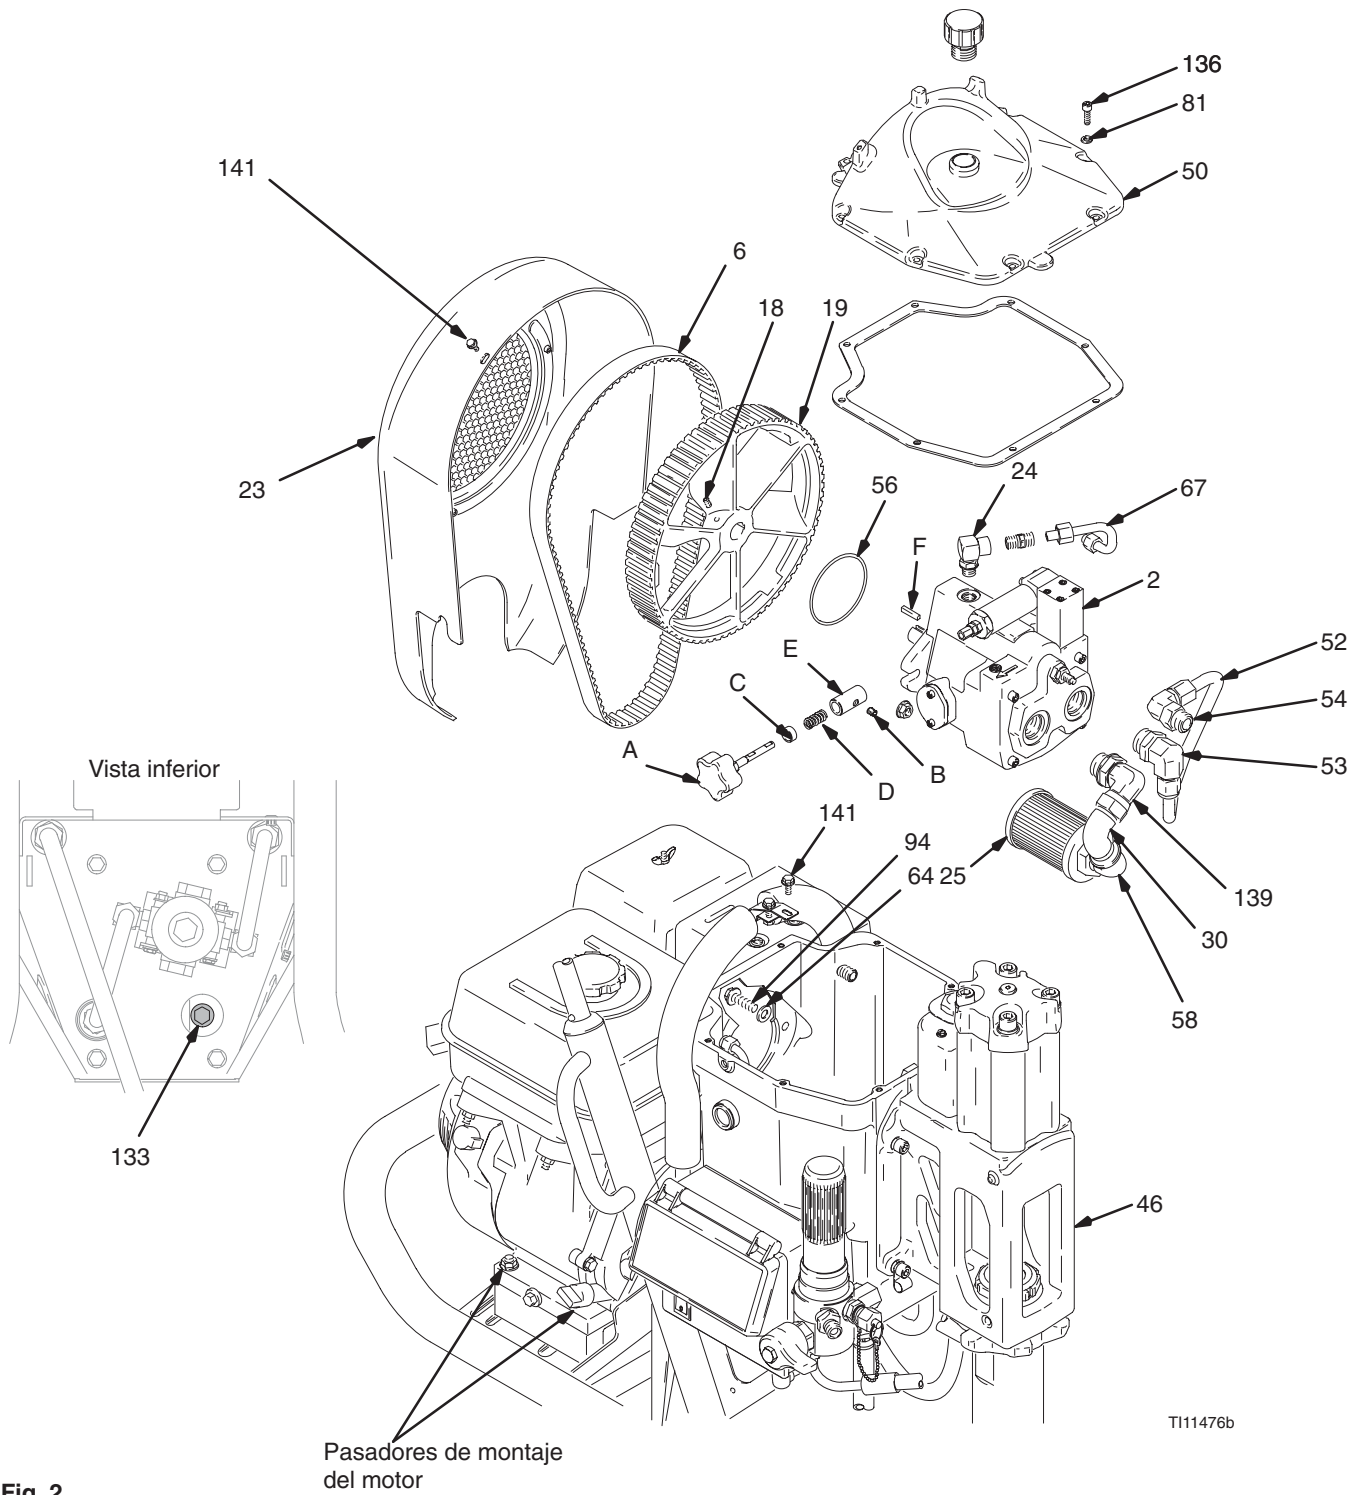
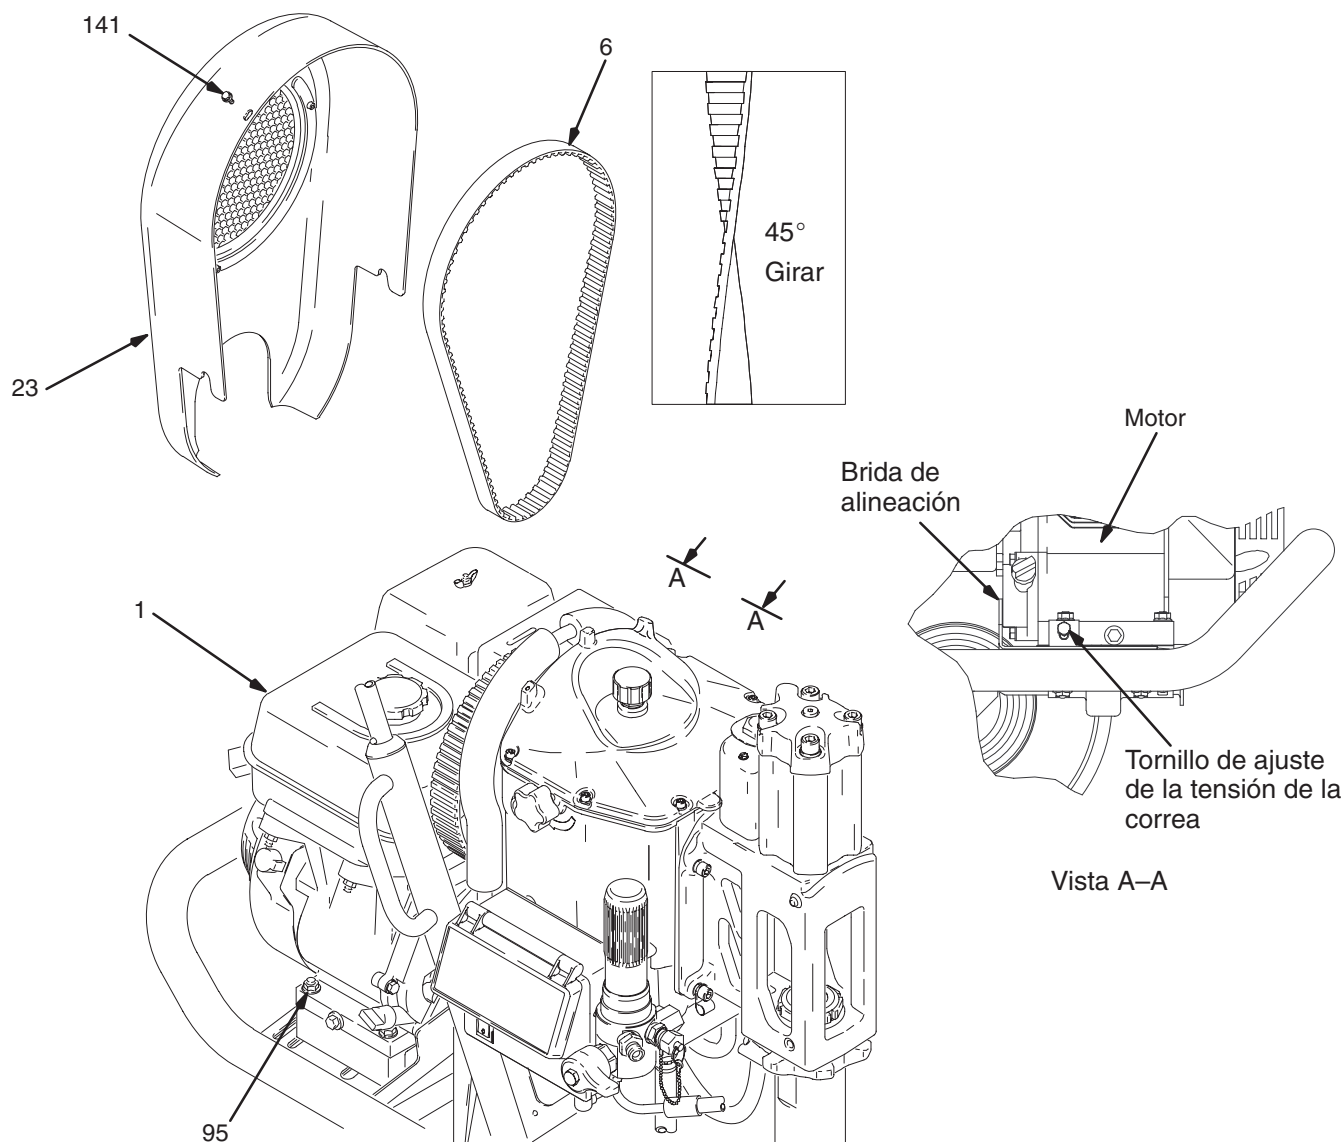

Fig. 2
Fig. 3
2. Fig 2. Utilice un contenedor de 13 litros de capacidad para recoger el aceite hidráulico. Quite el tapón de drenaje del depósito (133) y drene el aceite hidráulico.
3. Retire los dos tornillos (141) y el blindaje del ventilador (23).
4. Retire los ocho tornillos (136), las arandelas (81) y la tapa del depósito (50).
5. Retire el tornillo del clip del sistema de refrigeración (141).
6. Afloje los cuatro pasadores de montaje del motor y el tornillo de ajuste de la tensión de la correa (Fig. 3). Deslice el motor hacia la izquierda (vista trasera) a fin de liberar tensión en la correa (6). Quite la correa.
7. Retire los dos tornillos de fijación (18) y el ventilador (19).
8. Desconecte el tubo hidráulico (52) del codo (54) y el colector del motor hidráulico (46).
9. Desconecte el filtro de malla (25) con los codos (58, 30) montados, del codo (139).
10. Retire el tubo de drenaje del cárter (67).
11. Gire el vástago del compensador (A) en el sentido de las agujas del reloj hasta el tope. Afloje el tornillo de fijación (B). Extraiga el vástago del compensador. Retire el soporte (C), el muelle (D) y el acoplador (E).
12. Quite los dos pernos de la bomba (94) del depósito.
13. Levante la bomba hidráulica (2) hacia el frente del depósito para extraerla.
1. Transfiera las piezas de conexión (53, 139) a la nueva bomba (2).
2. Coloque el filtro de malla (25) con las piezas de conexión (30, 58) montadas, en el depósito antes de instalar la bomba.
3. Conecte el tubo hidráulico (52) a la bomba (2) con el codo (53). Monte una nueva junta tórica (56) en la brida de la bomba hidráulica.
4. Fig 2. Introduzca la bomba hidráulica (2) orientándola hacia la parte trasera del depósito para instalarla.
5. Coloque los dos pernos de la bomba (94) en el depósito con las arandelas de cobre (64) en la parte exterior bajo los tornillos de cabeza. Apriete a un par de 42–47 N.m.
6. Conecte el filtro de malla (25) al codo (139).
7. Conecte el codo (54) al colector del motor hidráulico (46). Conecte el tubo hidráulico (52) al codo (54). Apriete las tuercas hexagonales en los codos (139) y (53) a un par de 51,5–56,9 N.m.
8. Inserte el muelle (D) en el acoplador (E) y coloque el soporte (C) en el extremo expuesto del muelle. Deslice el conjunto (D, E, C) sobre el vástago del compensador (A). Alinee hasta que quede a nivel del vástago del compensador con el tornillo de fijación (B). Sujete el saliente del vástago del compensador y apriete el tornillo de fijación a 90 in-lb.
9. Monte la llave (F) en el eje de la bomba y monte el ventilador (19) con los dos tornillos de fijación (18). El cubo del ventilador debe sobresalir del eje unos 5 mm.
10. Instale la correa (6). Realice las operaciones de la sección **Instalación de la correa del ventilador**, página 8.
11. Monte el tapón de drenaje del depósito (133).
- b. Monte el codo del drenaje del cárter (24) y el tubo (67).
1. Fig. 3. Quite los dos tornillos (141) y deslice el blindaje (23) hacia arriba para extraerlo del pulverizador.
2. Afloje los cuatro pasadores de la parte inferior del motor (1).
5. Retire la correa (6).